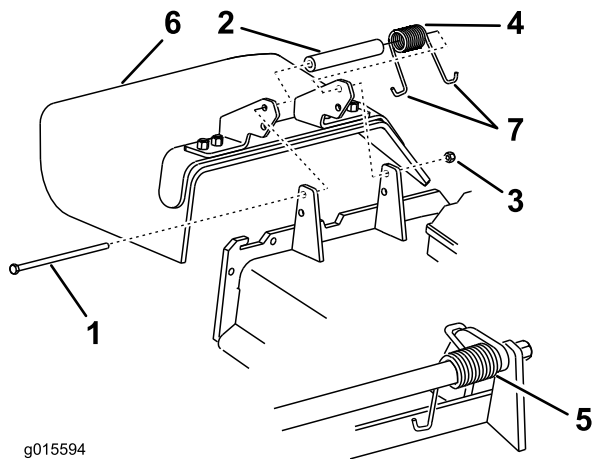

Figura 97
1. Togliete il dado di bloccaggio, il bullone, la molla e il distanziale che fissano il deflettore alle staffe orientabili del tosaerba (Figura 97). Togliete il deflettore di sfalcio se è danneggiato o consumato.
Nota: Verificate che un'estremità **J** della molla si trovi dietro il bordo del piatto di taglio prima di montare il bullone, come illustrato nella Figura 97
3. Montate il bullone e il dado. Infilate un'estremità a gancio **J** della molla attorno al deflettore dello sfalcio (Figura 97).